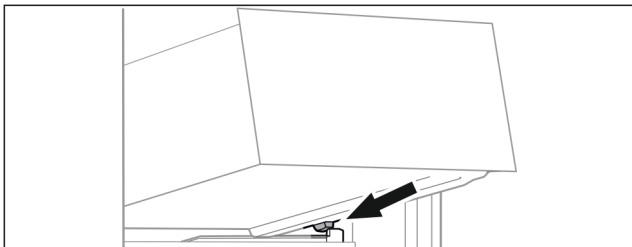

Fig. 70
- ▶ Placer le tiroir, en l'inclinant, derrière les butées sur la nervure de récipient. (voir Fig. 70)